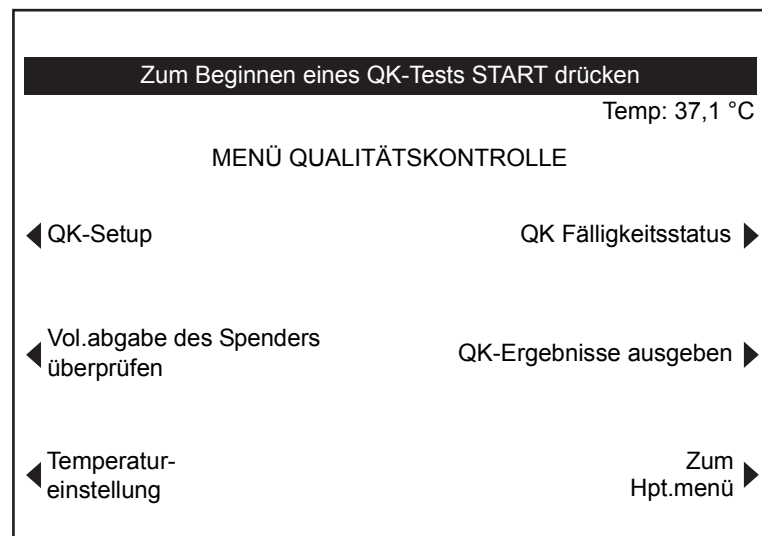

Abbildung 3-17. Bildschirm MENÜ „QUALITÄTSKONTROLLE“
Der Bildschirm MENÜ „QUALITÄTSKONTROLLE (QK)“ wird wie in Abbildung 3-17 dargestellt angezeigt. Dieser Bildschirm kann durch Drücken der Taste **Menü** „**Qualitätskontrolle**“ aus dem Bildschirm HAUPTMENÜ heraus aufgerufen werden. In Kapitel 7: „Wartung und Qualitätskontrolle“, finden Sie eine Erläuterung der zusätzlichen Funktionen, die beim täglichen Gebrauch von diesem Bildschirm ausgeführt werden.